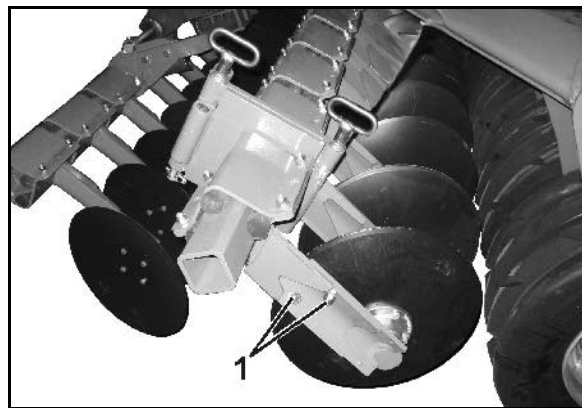

Bild 32
2. Lossa skruvarna (Bild 32/1).